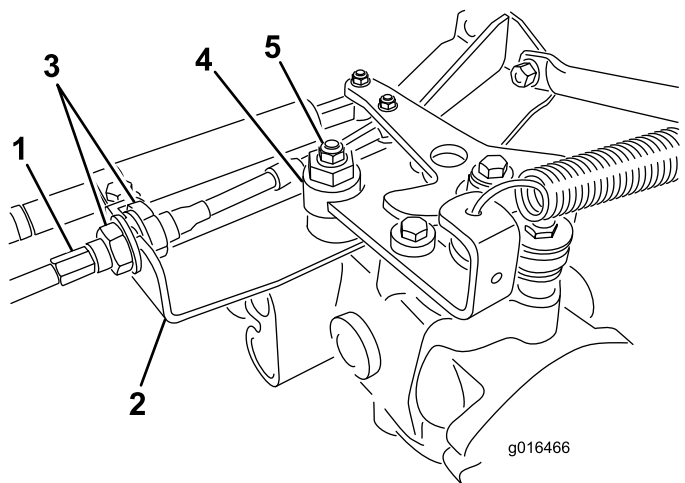

Figura 43
- A. Afloje las dos contratuercas que fijan el cable de control de tracción a la escuadra del hidrostato (Figura 43). Asegúrese de aflojar ambas contratuercas uniformemente y lo suficiente como para permitir el ajuste.
- B. Afloje la tuerca que sujeta el excéntrico a la parte superior del hidrostato (Figura 43).
rueda deje de girar, apriete la tuerca para bloquear el excéntrico y el ajuste (Figura 43). Compruebe el ajuste con el acelerador en las posiciones LENTO y RÁPIDO.
- E. Desde cada lado de la escuadra, apriete las contratuercas **uniformemente**, fijando el cable de tracción a la escuadra (Figura 43). No tuerza el cable.